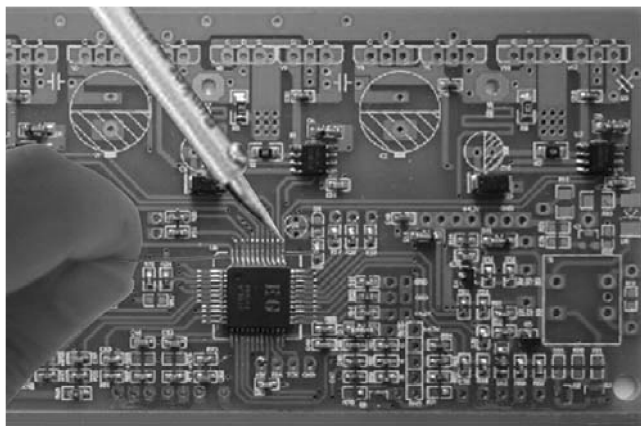

图 4-99 拉线拆卸法示意图
5) 拉线拆卸法。对于贴片式集成电路的拆卸可采用拉线法,其做法是,取一根长度和粗细合适的漆包线,将其一端刮净上锡后,如图 4-99 所示,从集成电路引脚的底部穿过,